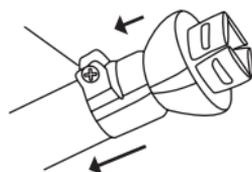

Fig. 2
- Fije la boquilla en la pistola y luego coloque el tornillo, tal y como se muestra en la fig. 2.